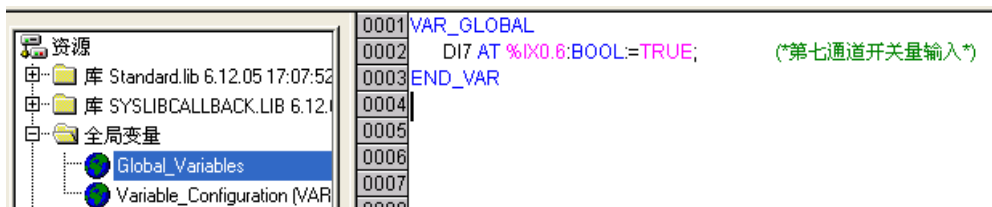

图 4-4-2 声明变量的代码部分
- 符号表：只有在“类别”选择“VAR_GLOBAL”时，符号表才可选。默认选项为“Global_Variables”。当定义一个全局变量时，在“资源”选项卡中打开“全局变量”文件夹，可以看到“Global_Variables”，双击“Global_Variables”，刚定义的全局变量便显示在这里，如图 4-4-2 所示。